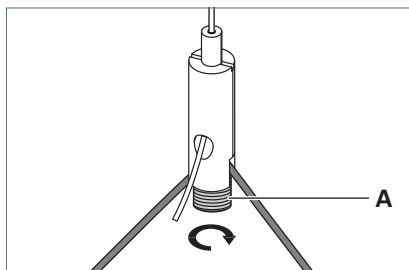

Fig. 26: Aligner le luminaire.
- ▶ Pour aligner le luminaire, desserrez la vis **A** au niveau des attaches de câble, voir Fig. 26.